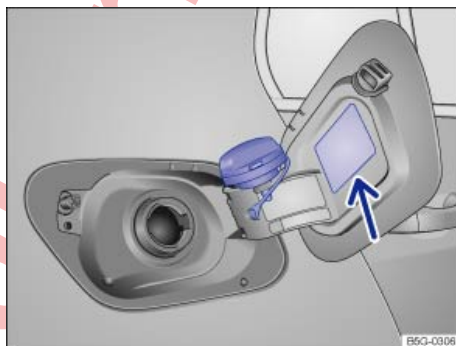

Fig. 35 Tapa del depósito de combustible abierta con el tapón enganchado en ella.
- Desenrosque el tapón del depósito en el sentido contrario al de las agujas del reloj y engánchelo en la parte superior de la tapa ⇒ fig. 35.
El tipo de combustible que utiliza el vehículo figura en el adhesivo situado en la cara interior de la tapa del depósito de combustible ⇒ fig. 35 (flecha).